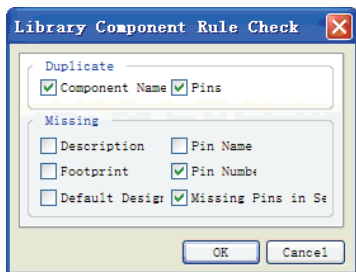

图 4-44 元件库规则检查选择对话框
(4) 元件规则检查报表命令【Component Rule Check...】用来生成元件规则检查的错误报表，执行该命令后进入元件库规则检查选择对话框，如图 4-44 所示。选择不同的检查选项，将输出不同的检查报告。